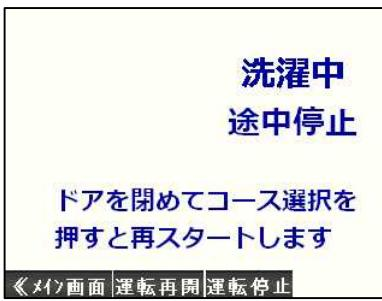

図7-7
- エラーが発生した場合、エラーの解除を行うと図 7-7 の画面に切り替わります。この画面の状態で、任意のコース選択スイッチを押すことで、エラー発生前に行っていたコースの工程に戻ることができます。